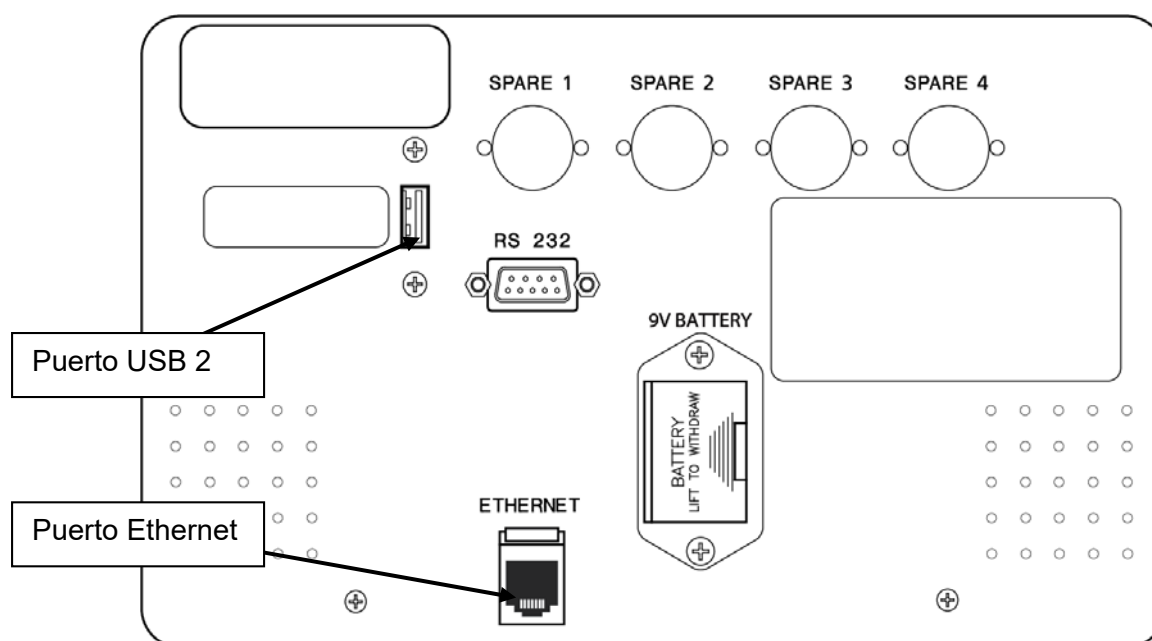

Figura 107 – Acceso de la PC CDX en el Panel Trasero
El puerto USB #2 está localizado en el panel trasero de la máquina (Vea Figura 107). Se utiliza para acceder al sistema CDX. Además, el panel trasero tiene un puerto Ethernet para la PC CDX.
- Arranque desde una unidad USB, con el sistema operativo preinstalado, conectada al puerto USB en el panel posterior (vea Figura 107).